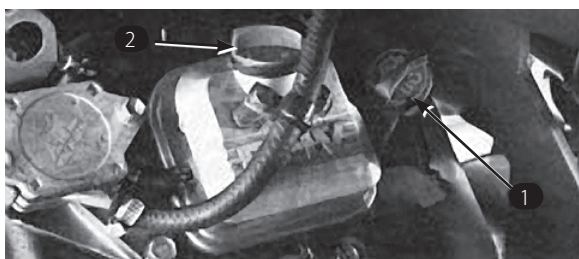

図 13
2. ディップスティックを抜き、ウェスで一度きれいに拭く。ディップスティックを、首の根元までもう一度しっかりと差し込む（図13）。首から引き抜いて油量を点検する。油量が足りなければ、バルブ・カバーについている補給口のキャップを取り、ディップスティックの FULLマークまで補給する。